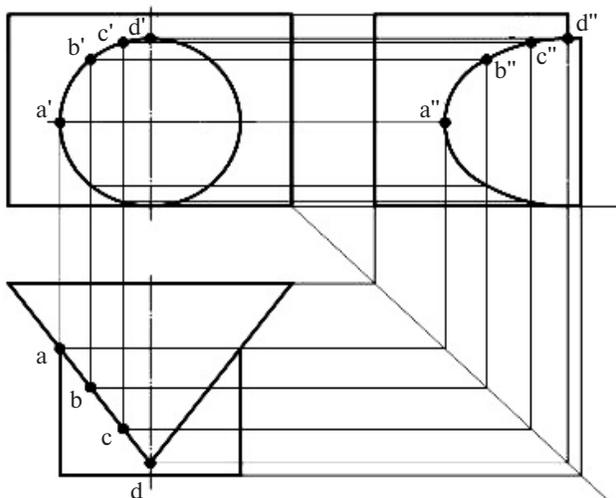

Рис. 36. Построение линии взаимного пересечения на профильной проекции пересекающихся геометрических тел
6. Соединить на профильной проекции пересекающихся геометрических тел полученные точки (рис. 36) и получить линию взаимного пересечения геометрических тел.